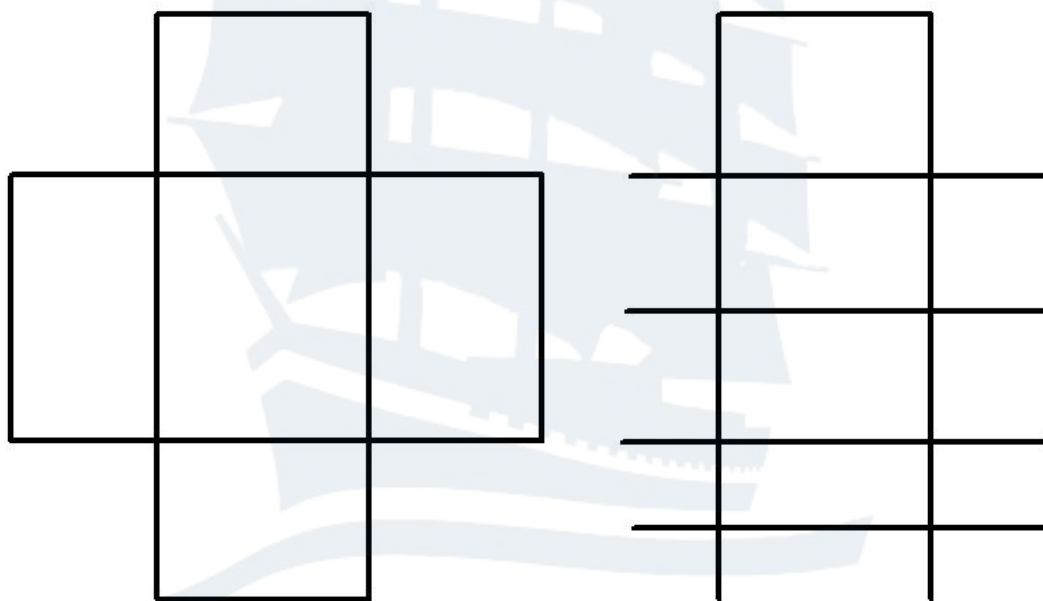
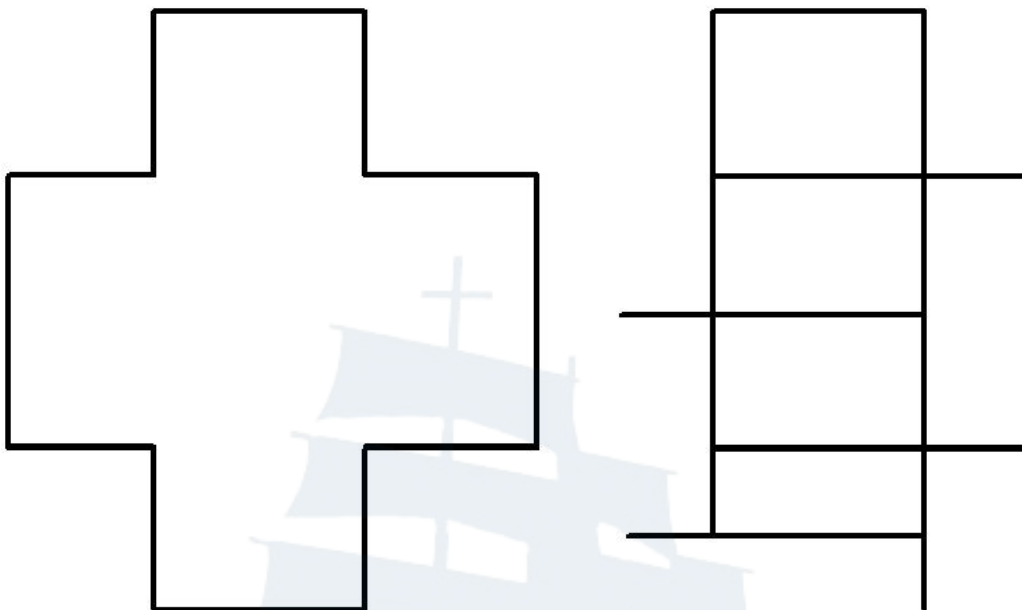

Рис. 96
Рис. 97
Начертить изображенные на рис. 96 фигурки.
**Обрезать** → **Enter** → Выбрать **обрезаемый объект** левой кнопкой мыши. Выбранный объект после этого будет обрезан. Указав таким образом несколько объектов, рис. 96 можно преобразовать в рис. 97.